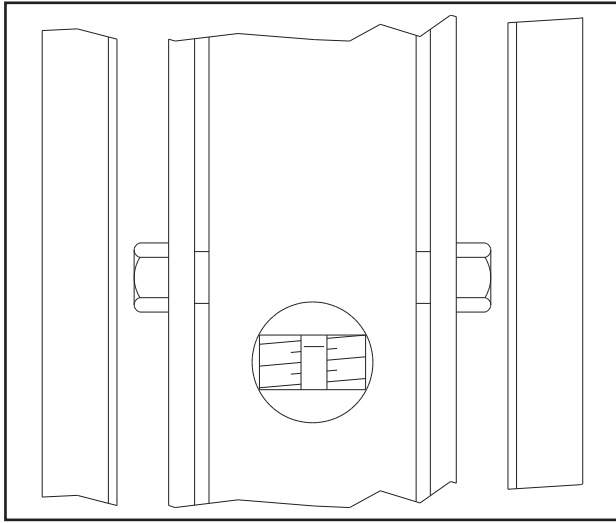

Fig.55 - Abb.55
- portare i carrelli ad una altezza tale che le chiocciole si trovino in corrispondenza dei fori ricavati sui carter (Fig.55).
- raise carriages to same level as holes on side guards (Fig.55).
- Placer les chariots à hauteur telle que les écrous se trouvent en regard des trous de visite pratiqués dans les carters de vis (fig.55).
- Die Schlitten bewegen, so daß die Schnecke in Anschluß mit den auf dem Schutzgehäuse Rohren sind (Abb. 55).